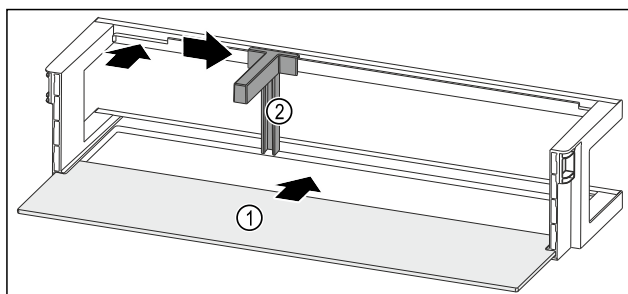

Fig. 252 Dveřní přihrádka s odkládací plochou
- ▶ Odkládací plochu Fig. 252 (1) zasuňte do bočních vybrání.
- ▶ Držák lahví Fig. 252 (2) vložte do vybrání.
- ▶ Držák lahví Fig. 252 (2) posuňte na stranu do požadované polohy.